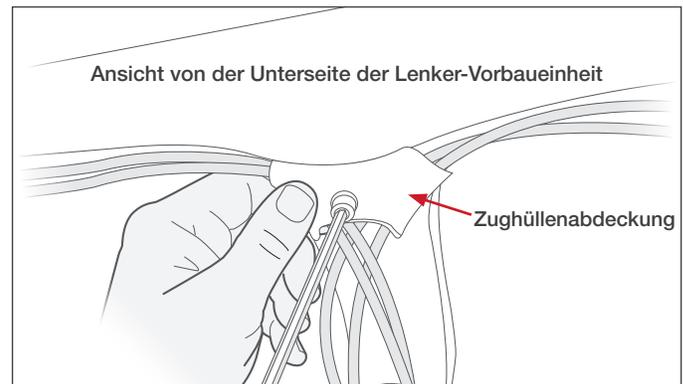

Abb. 2
3. Die Zughüllenabdeckung auf die Lenkerunterseite aufsetzen (siehe Abbildung 2).